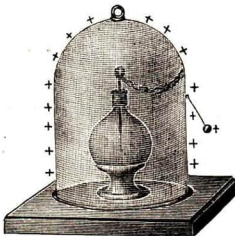

Abb. 314. Käfigversuch
1. Die Elektrizität sitzt nur auf der Außenfläche eines Leiters. Dieses zeigt der Käfigversuch von Faraday (1830). Vgl. Abb. 314!